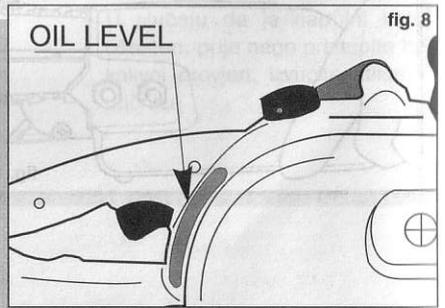

fig. 8
- (fig. 8) Ne pas oublier, durant l'utilisation, de contrôler le niveau de l'huile à travers l'indicateur de niveau latéral.